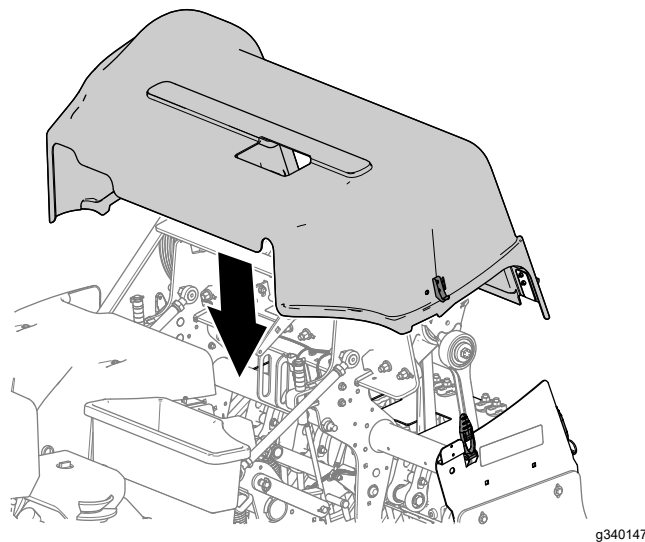

Figure 141
1. Placez le capot de la tête d'aération sur la machine, comme montré à la Figure 141.